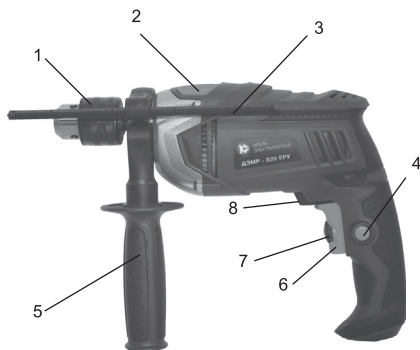

рис. 1
Общий вид дрели схематично представлен на рис. 1:
Скорость вращения плавно регулируется от 0 до максимума ограничителем макс. скорости 7 (рис. 1), а так же плавным нажатием клавиши выключения 6 (рис. 1).
Режим работы (ударный/ударно-вращательный) устанавливается переключателем 2 (рис. 1).
7.4 Реверс 8 (рис. 1) служит для освобождения заклиненного в материале инструмента а также для выворачивания винтов и шурупов.